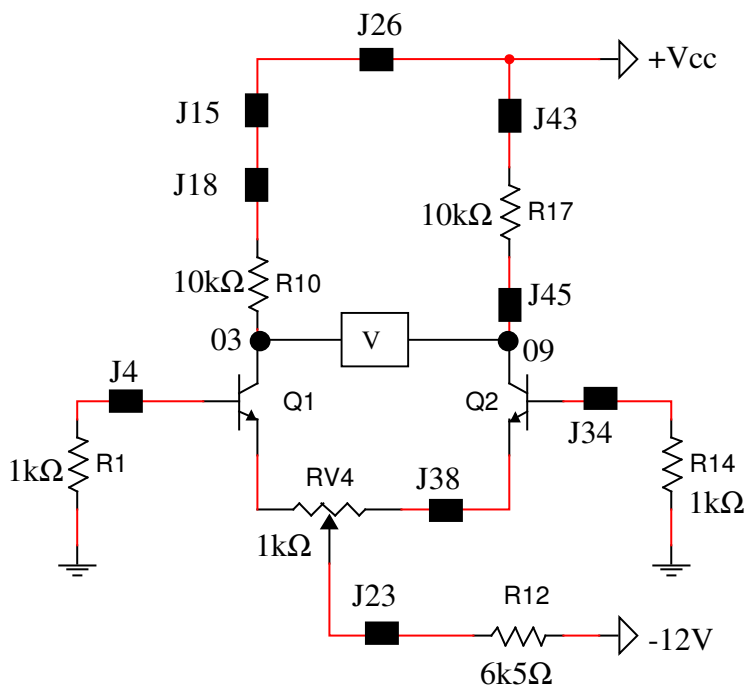

Figura 1 - Montagem CC para o amplificador diferencial
1.1 Montar o circuito de acordo com o apresentado na figura 1. Cuidado ao montar, especialmente verificando a conexão de cada um dos "jumpers".